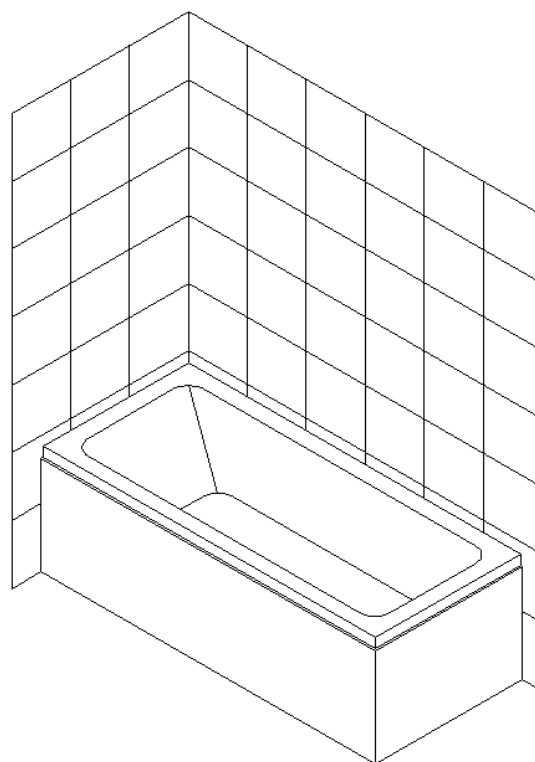

Fig 1
1. Préparez l'ouverture finie pour l'installation. Nettoyez toutes les surfaces et enlevez les débris ou les matériaux de construction. Consultez la **Fig 1**.